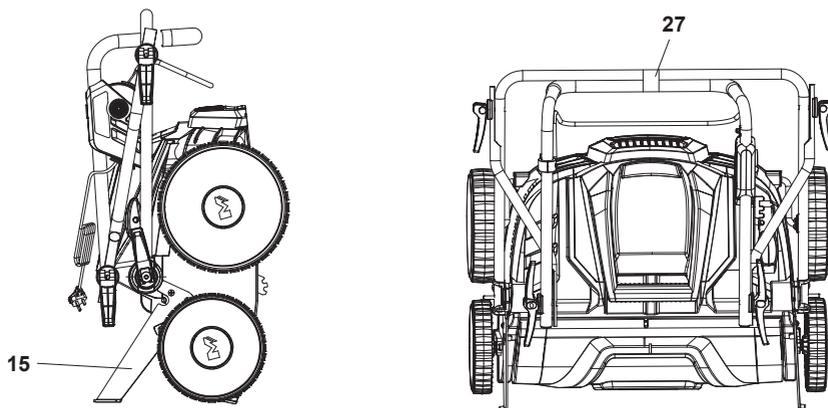

Fig. 16
3. Pliază ansamblul mânerului, blocând bara inferioară a mânerului în poziția a 3-a (depozitare) și apoi pliind barele mediane și superioare a mânerului. Întoarce mașina și pune-o pe sol pe cele două console (15) pentru a economisi spațiu de depozitare. Fixează mânerul pe colierul pentru cabluri furnizat (27), pentru a împiedica deschiderea ansamblului mânerului (Fig. 16).